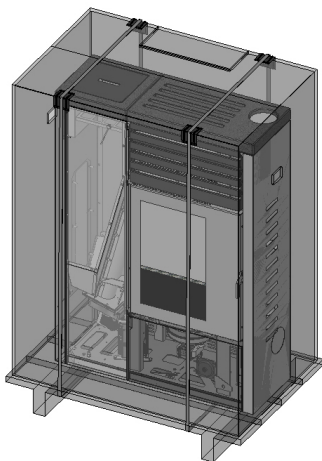

FIGURE 1 - EMBALLAGE POÊLE (VUE FRONTALE)
- le premier contient le poêle (fig.1).